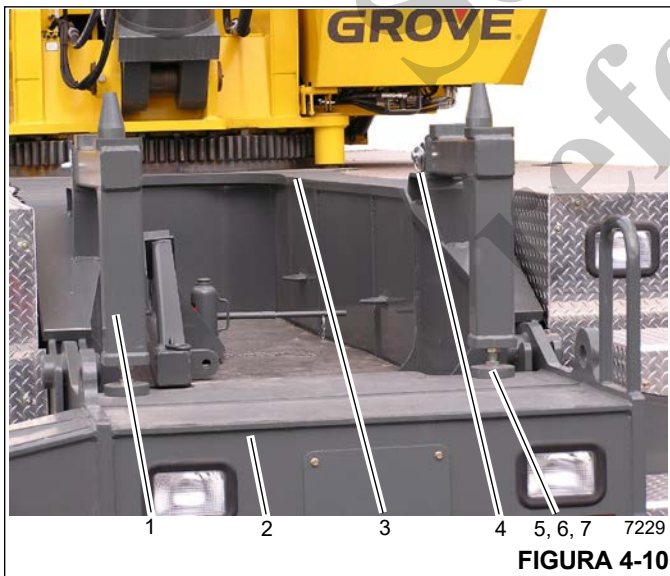
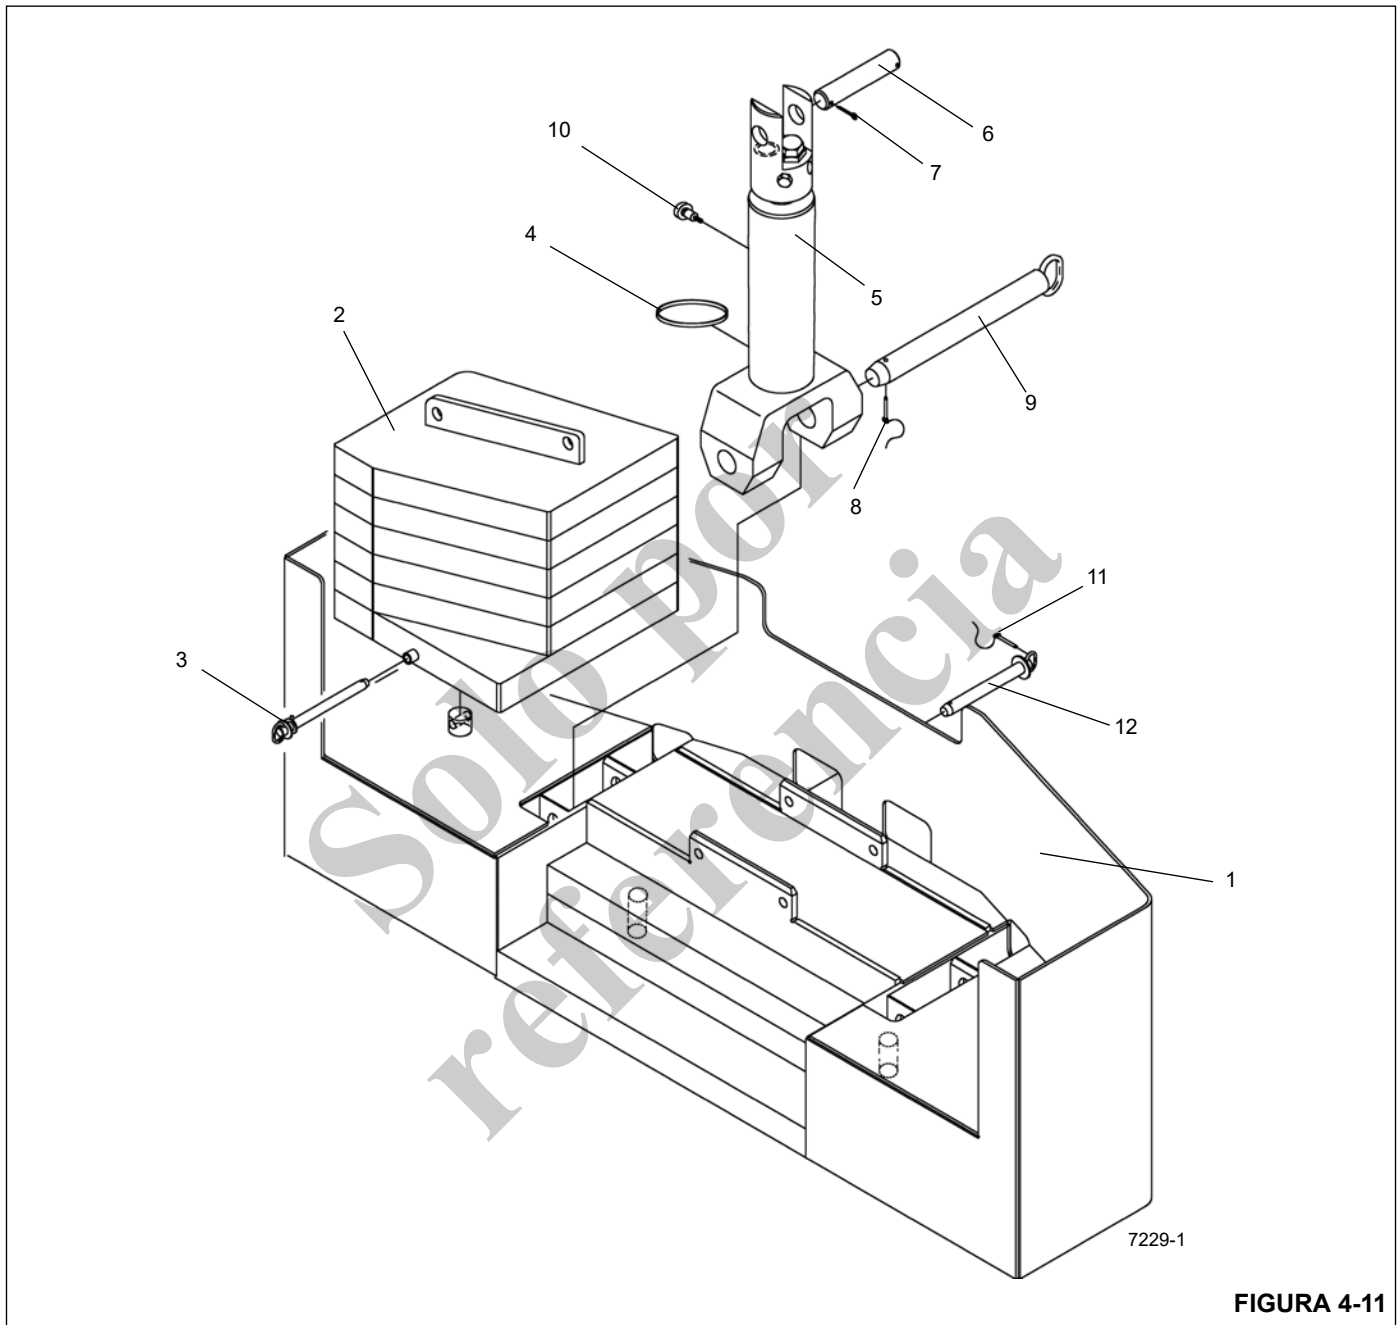
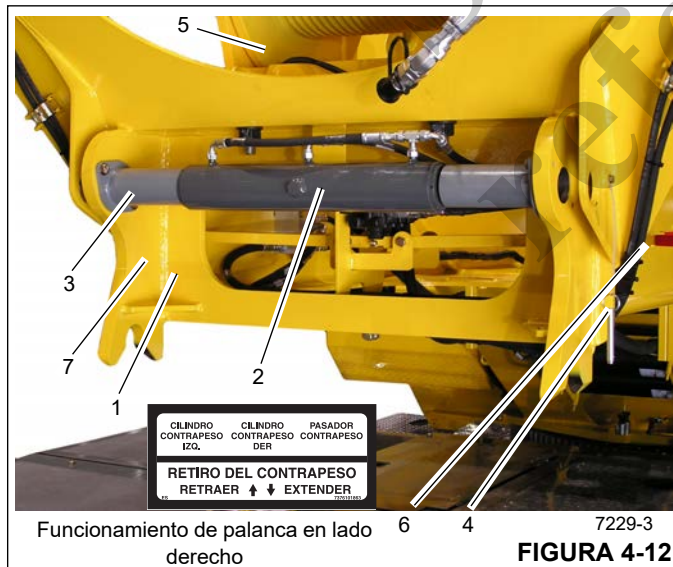

FIGURA 4-10
FIGURA 4-11
FIGURA 4-12
1. Utilice un dispositivo de levante adecuado para instalar el pedestal de contrapeso (1) (Figura 4-10) en la parte delantera del chasis del vehículo (3) y asegúrelo con los pasadores de enganche (4).
Se prohíbe ajustar los soportes del pedestal de contrapeso (1) (Figura 4-10) cuando el contrapeso (1) (Figura 4-11) está apoyado sobre ellos.
- Al instalar el contrapeso (1) (Figura 4-11), asegúrese de que los dos pasadores hidráulicos de montaje de la estructura del malacate auxiliar (7) (Figura 4-12) estén completamente extendidos y que los pasadores de retención estén en su lugar antes de elevar el contrapeso.
- Antes de quitar los pasadores de la estructura del malacate auxiliar (7), baje y apoye seguramente todos los contrapesos. Antes de bajar la estructura del malacate auxiliar (7), asegúrese de que la estructura esté correctamente apoyada por los cilindros de retiro de contrapeso (5) (Figura 4-11) y que ambos pasadores hidráulicos de montaje estén completamente retraídos.
6. No desconecte las líneas de los cilindros de retiro del contrapeso (5) (Figura 4-11) por el momento.
- NOTA:** Podría ser necesario retraer los cilindros de retiro de contrapeso (5) (Figura 4-11) para quitar el peso de los pasadores (12) (Figura 4-11) que fijan el contrapeso a la estructura del malacate auxiliar.
7. Retire los pasadores de enganche (11) (Figura 4-11) y los pasadores de fijación de contrapeso a la estructura del malacate (12) (Figura 4-11). Éstos son accesibles a través de los agujeros en la parte trasera del contrapeso (1) (Figura 4-11).
8. Utilice las palancas de retiro (6) (Figura 4-12) para extender los cilindros de retiro (5) (Figura 4-11) y cuidadosamente baje el contrapeso (1) (Figura 4-11) sobre sus soportes.
9. Retire los pasadores de tope (4) (Figura 4-12) para permitir que el cilindro de retiro (2) (Figura 4-12) retraiga los pasadores en sus extremos de varilla.
10. Use las palancas de retiro de contrapeso (6) (Figura 4-12) para retraer los pasadores en los extremos de varilla del cilindro de retiro (2) (Figura 4-12) y desenganche la estructura del malacate (7) (Figura 4-12) de la plataforma de giro.
11. Retraiga los cilindros de retiro de contrapeso (5) (Figura 4-11) y cuidadosamente baje la estructura del malacate auxiliar (7) (Figura 4-12) sobre el contrapeso.
13. Fije el contrapeso (1) (Figura 4-11) a la estructura del malacate auxiliar (7) (Figura 4-12) con los pasadores de fijación (12) (Figura 4-11) del contrapeso a la estructura del malacate y los pasadores de enganche (11) (Figura 4-11).
No intente separar la estructura del malacate auxiliar (7) (Figura 4-12) del contrapeso (1) (Figura 4-11) cuando está en el pedestal de contrapeso (1) (Figura 4-10). La estructura del malacate auxiliar (7) (Figura 4-12) puede chocar contra el contrapeso (1) (Figura 4-11) y hacerlo caer del pedestal.
Con el contrapeso pesado retirable opcional (2) (Figura 4-11), no utilice las orejetas de elevación del contrapeso para levantar el contrapeso y la estructura del malacate auxiliar. Las orejetas de elevación del contrapeso pesado han sido diseñadas exclusivamente para levantar el contrapeso pesado retirable.
15. Fije un dispositivo de elevación adecuado con eslingas a la estructura del malacate auxiliar (7) (Figura 4-12). Utilice la grúa para transferir cuidadosamente la estructura del malacate auxiliar (7) (Figura 4-12) y el contrapeso (1) (Figura 4-11) al suelo o a un vehículo de transporte apropiado.
NOTA: El paso 16 corresponde al contrapeso pesado retirable (2) (Figura 4-11).
16. Si se desea, reduzca el peso del contrapeso retirando los dos miembros soldados (2) (Figura 4-11) del contrapeso. Para retirar los miembros soldados, conecte un dispositivo de elevación adecuado con eslingas a las orejetas de elevación. Extraiga los pasadores para soltar los miembros soldados del contrapeso. Utilice el dispositivo de elevación para retirar los miembros soldados.
3. Arme el contrapeso estándar retirable (1) (Figura 4-11) y la estructura del malacate auxiliar (7) (Figura 4-12) sobre el suelo o sobre un vehículo de transporte adecuado.
Arme el contrapeso pesado retirable (2) (Figura 4-11) y la estructura del malacate auxiliar (7) (Figura 4-12) sobre el suelo o sobre un vehículo de transporte adecuado.
- de fijación de cilindro a contrapeso (9) (Figura 4-11) y los pasadores de enganche (8) (Figura 4-11). Fije el contrapeso (1) (Figura 4-11) a la estructura del malacate auxiliar (7) (Figura 4-12) con los pasadores de fijación (12) (Figura 4-11) del contrapeso a la estructura del malacate y los pasadores de enganche (11) (Figura 4-11).
7. Instale el pedestal de contrapeso (1) (Figura 4-10) en la parte delantera del vehículo. Consulte la *Instalación del pedestal de contrapeso*, página 4-12.
El conjunto de contrapeso pesado retirable (2) (Figura 4-11) debe instalarse con los dos contrapesos pesados. El uso de solamente un contrapeso pesado puede resultar en una grúa inestable.
NOTA: El siguiente paso corresponde al contrapeso pesado retirable (2) (Figura 4-11).
4. Fije un dispositivo de elevación adecuado con eslingas a cada orejeta de elevación de miembro soldado del contrapeso pesado. Utilice el dispositivo de elevación para instalar cuidadosamente los dos miembros soldados (2) (Figura 4-11) del contrapeso pesado en su lugar en la estructura del malacate auxiliar (7) (Figura 4-12). Fije los miembros soldados en su lugar con los pasadores.
5. Utilice un dispositivo de elevación adecuado con eslingas fijado a la estructura del malacate auxiliar (7) (Figura 4-12) para colocar cuidadosamente la estructura del malacate auxiliar (7) (Figura 4-12) en el contrapeso (1) (Figura 4-11).
6. Fije el contrapeso (1) (Figura 4-11) a los cilindros de retiro del contrapeso (5) (Figura 4-11) con los pasadores
11. Retire los pasadores de enganche (8) (Figura 4-11) y los pasadores de fijación de contrapeso a la estructura del malacate (9) (Figura 4-11) para liberar la estructura del malacate auxiliar (7) (Figura 4-11) del contrapeso (1) (Figura 4-11).
12. Utilice las palancas del contrapeso (6) (Figura 4-12) para extender completamente los cilindros de retiro de contrapeso (5) (Figura 4-11) y cuidadosamente eleve la estructura del malacate auxiliar (7) (Figura 4-12) para alcanzar las placas adosadas en la plataforma de giro.
13. Use la palanca de control de pasadores (6) (Figura 4-12) para extender los pasadores en los extremos de varilla del cilindro de retiro (5) (Figura 4-12) y fije la estructura del malacate auxiliar (7) (Figura 4-12) a la plataforma de giro.
14. Instale los pasadores de tope (4) (Figura 4-12) para fijar los pasadores en los extremos de varilla del cilindro de retiro de pasadores (2) (Figura 4-12) y mantener fija la estructura del malacate auxiliar (7) (Figura 4-12).